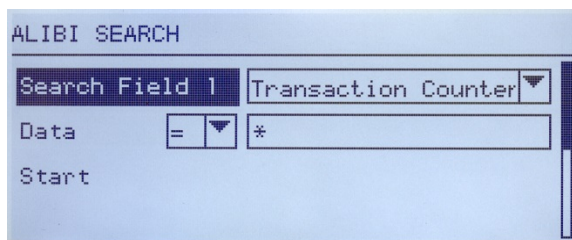

Figure C-1 : Écran de Recherche Alibi
2. L'écran Recherche s'affiche. La Figure C-1 présente le Champ Recherche 1 - le premier des deux écrans de recherche de la mémoire Alibi. Veuillez noter la barre de défilement à droite qui indique la disponibilité d'un second écran. Le second écran contient le Champ Recherche 2 et ses champs de données associées.